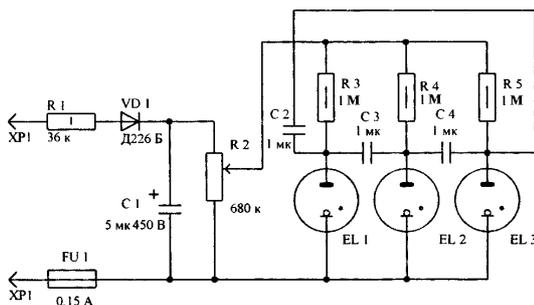

рис. 3
**Детали.** В схеме (рис.3) можно применить либо специальные цветные индикаторы [4], либо расположенные друг за другом неоновые лампочки от стартеров СК-220 (на 220 В для ламп на 40 или 30 Вт) и СК-127 (на 127 Вт), которые имеют соответственно красное и голубое свечение. Причем СК-127 можно включать по 2 шт. последовательно. Можно также использовать малогабаритные тиратроны ТХ-4Б (в том числе негодные
сит от емкости конденсатора и внутреннего сопротивления  $EL1$ . Емкость  $1 \text{ мкФ}$  на схемах рис.2-5 является оптимальной для получения необходимых световых эффектов. Поскольку  $EL1-EL3$  (рис.3) могут иметь разное напряжение зажигания, то для получения одинакового времени переключения его компенсируют изменением сопротивления резистора в цепи заряда. При монтаже гирлянд из неоновых ламп с неизвестной цоколевкой необходимо помнить, что в лампах,